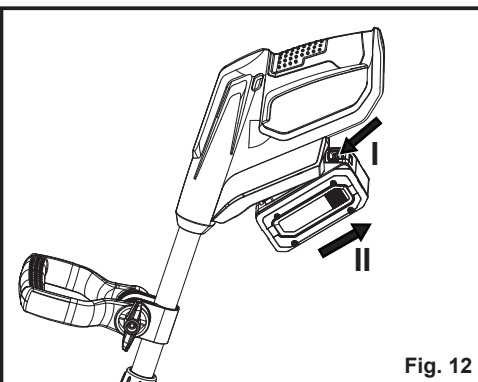

Fig. 12
2. Appuyez sur le bouton de déverrouillage du bloc-batterie. Saisissez fermement le produit et retirez le bloc-batterie de la poignée (Fig. 12).